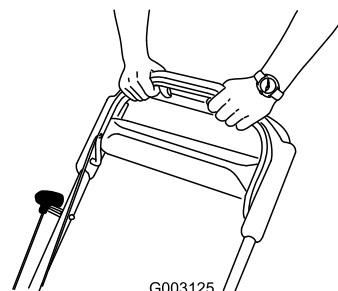

Figura 20
3. Sujete la barra de control de las cuchillas contra el manillar (Figura 20).